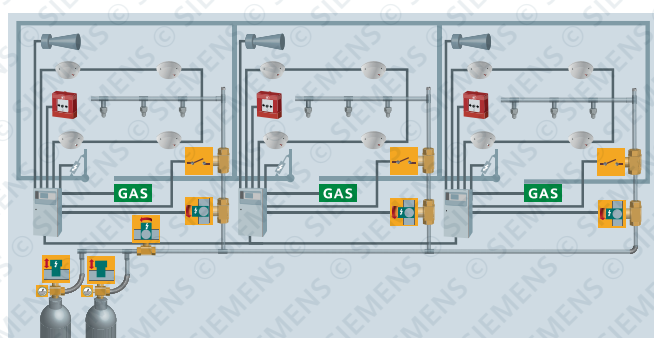

Fig. 10.36: Sistema di spegnimento plurisetto con sottocentrali
- Se possibile, capacità di controllo di sistemi di spegnimento plurisetto che sono alimentati da una singola batteria di mezzo estinguente. In questo modo è possibile anche collegare diverse centrali dello stesso tipo in cui ognuna è responsabile per la propria area di spegnimento (vedere fig. 10.36).
Le sottocentrali riportate nella fig. 10.36 devono essere collegate tra loro in modo che non sia possibile un'attivazione contemporanea di due spegnimenti di settori.